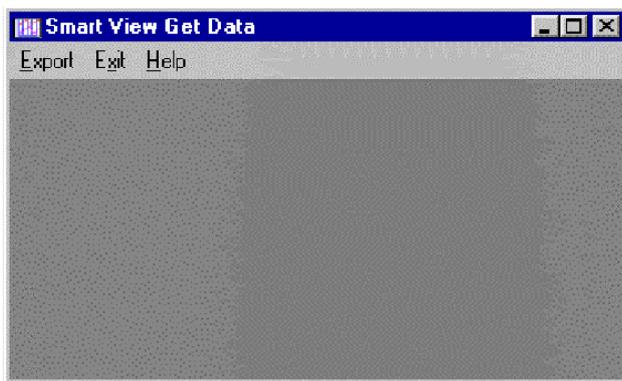

Bild 3 Getdata-Startbildschirm
2.1.1 Menü. Wie in Bild 3 gezeigt, hat das Getdata-Programm in der Hauptmenüleiste am oberen Bildschirmrand drei Einträge. Sie lauten: